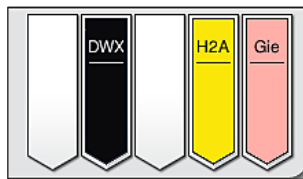

Fig. 89
- După ce un stativ a parcurs procesul de colorare, acesta va fi transportat în sertarul de descărcare (→ "Fig. 19-4") și va fi depus într-o poziție liberă (→ "Fig. 89"). Utilizatorul este informat despre acest lucru printr-un mesaj de informare și un ton de semnalizare.